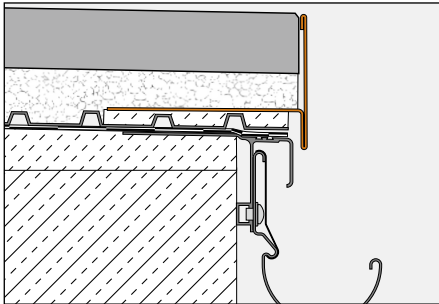

Fig. 1
### Mise en œuvre de dalles autoportées sur plots de mortier ou sur lit de gravier ou de concassé (Fig. 1 à 3)
- 3.1 Lors de l'utilisation de Schlüter®-BARA-RT comme retenue de gravier (fig. 1), la couche de gravier sera tirée en fonction de l'épaisseur du revêtement sous l'arête supérieure de l'aile verticale du profilé. Les dalles de béton seront ensuite simplement posées sur la couche de gravier égalisée.